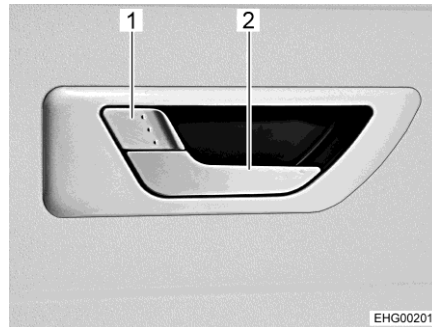

Bild 52 Türschloss Wohnraumtür
**Öffnen:** ■ Wenn das Türschloss verriegelt ist: Am langen Türgriff (Bild 52,2) ziehen. Die Tür ist entriegelt und geöffnet.
**Verriegeln:** ■ Bei geschlossener Tür den kurzen Türgriff (Bild 52,1) drücken.